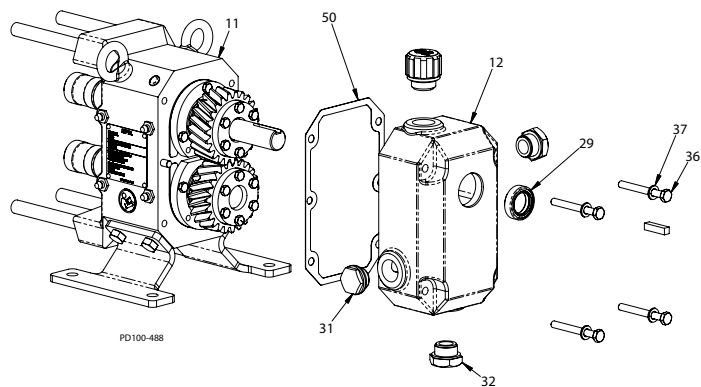

Figure 36 - Retirez le couvercle de la boîte d'engrenages
- Retirez les vis d'assemblage (Figure 36, objet 36) et les rondelles (objet 37), puis retirez le couvercle (objet 12).
- Retirez le joint (Figure 36, objet 50) et rebutez-le. Grattez méticuleusement tout résidu de joint sur les surfaces d'ajustement du couvercle d'engrenage (objet 12) ou de la boîte d'engrenages (objet 11).